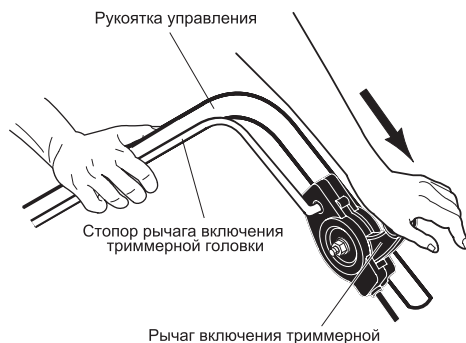

Рис.8
- Для включения головки газонакосилки прижать стопор рычага включения триммерной головки к рукоятке управления (Рис. 8).